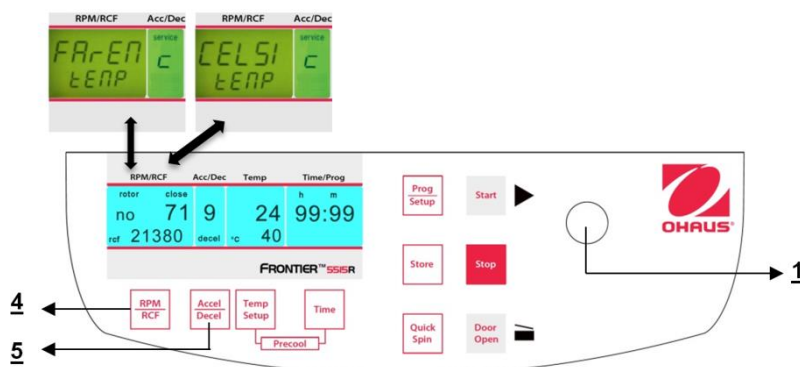

Figure. 31
clignote et il devient possible de modifier l'affichage en degrés Fahrenheit **"FAREN"** avec le bouton de réglage (1) (voir la figure 31).